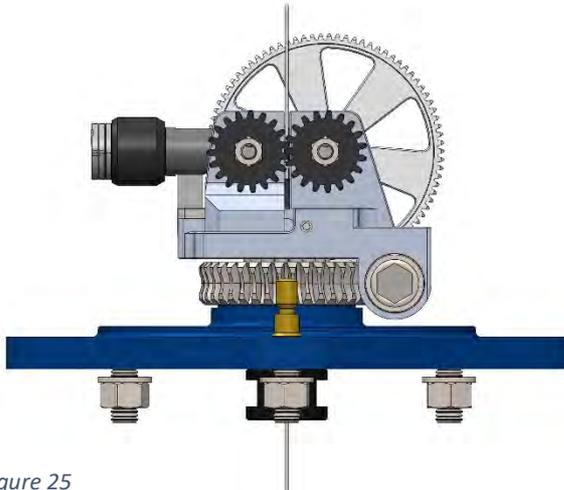

Figure 25
5. Effectuez maintenant le processus inverse, puis repositionnez le curseur mobile, **en vous assurant que le fil est bien positionné dans les fentes des galets (Figure 24)**, et serrez la molette jusqu'à ce que le limiteur de couple soit activé. Figure 25;